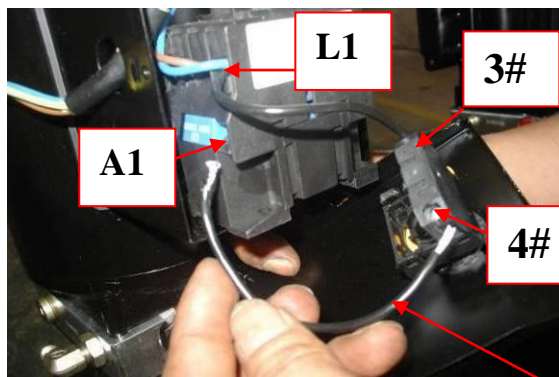
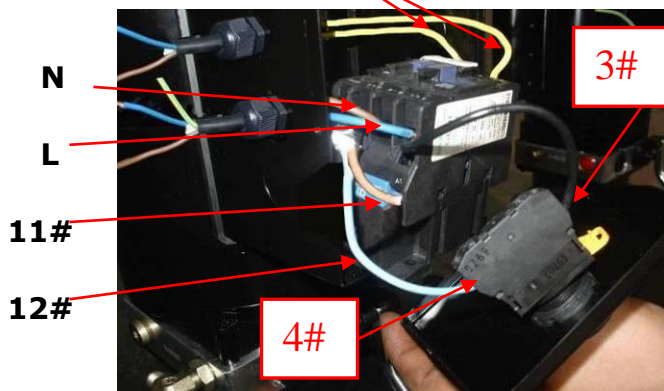

Рис. 37
Рис. 38
4. Подсоедините концевой выключатель: сначала отсоедините провод клеммы 4 # кнопки управления и A1 контактора переменного тока (см. рис. 37), затем соедините провод 12 # (коричневый провод) концевого выключателя с клеммой 4 # кнопки управления и соединительный провод 11 # (синий провод) с клеммами A1 контактора переменного тока соответственно. Подсоедините провод заземления концевого выключателя к клемме заземления на двигателе. **(см. рис. 38).**